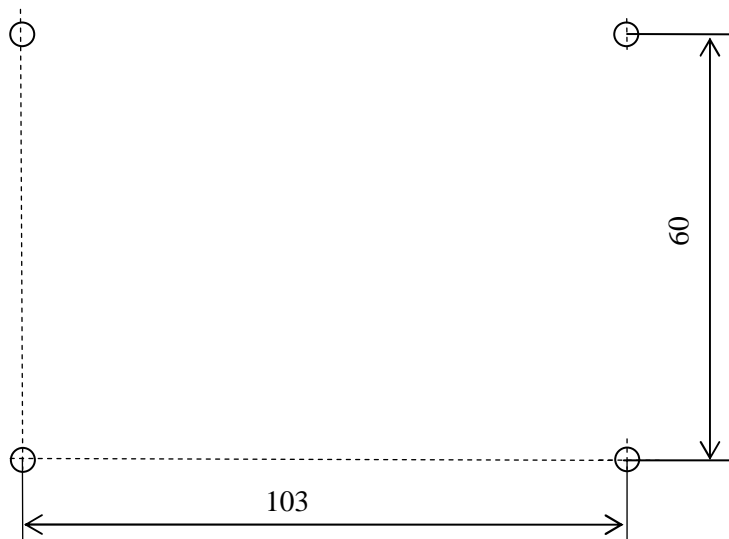

Рисунок 4.3. Разметка крепления УППВК
2. Закрепите корпус УППВК к поверхности стены и т. п. (разметка по рис.4.3).